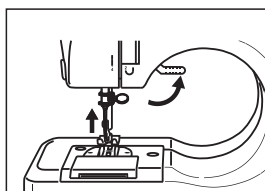

Fig.7
2. Levante el elevador del prensatelas y coloque la tela que desea coser debajo del prensatelas (Fig. 7).